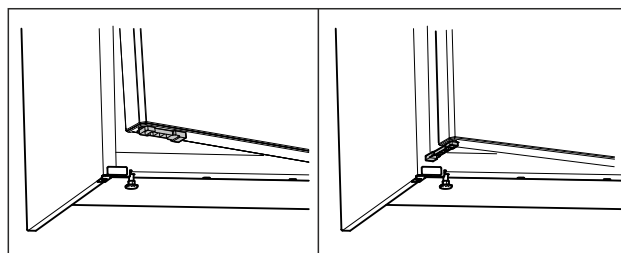

Fig. 68 \*
- Drei døråpningsbegrenseren med 90°. (se Fig. 68) \*